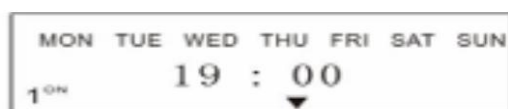

Fig1a
- A. Befolgen Sie die Schritte **1, 2, 3** und stellen Sie sicher, dass es wie in Abbildung 1a angezeigt wird.